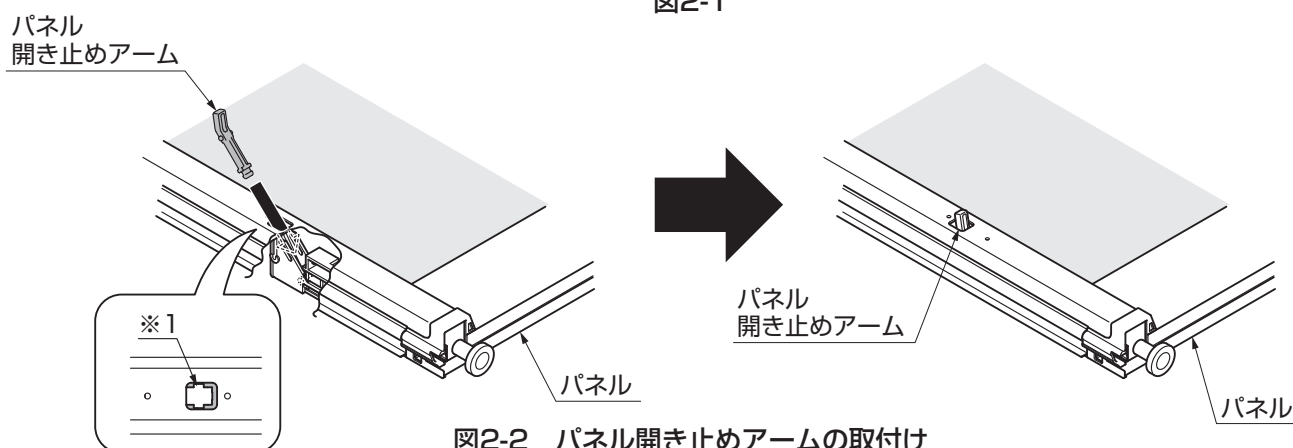

図2-2 パネル開き止めアームの取付け
- パネル開き止めアームは、※1の溝にはまるように差し込んでください。(図2-2参照)